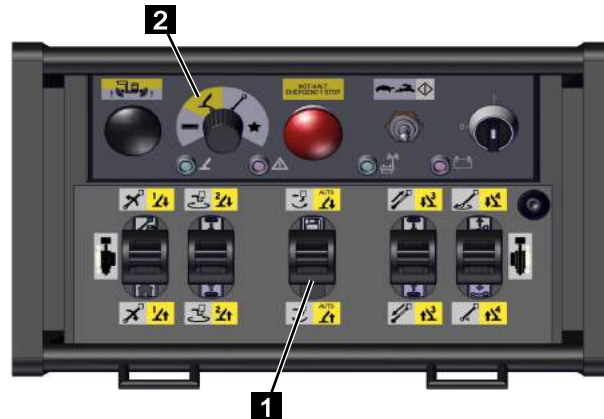

Fig. 150
3. Mettre le sélecteur de fonction sur [Fonction des appuis] (jaune) (Fig.150/2).
4. Commander les appuis avec le levier de commande (Fig.150/1) suivant le tableau ci-après.